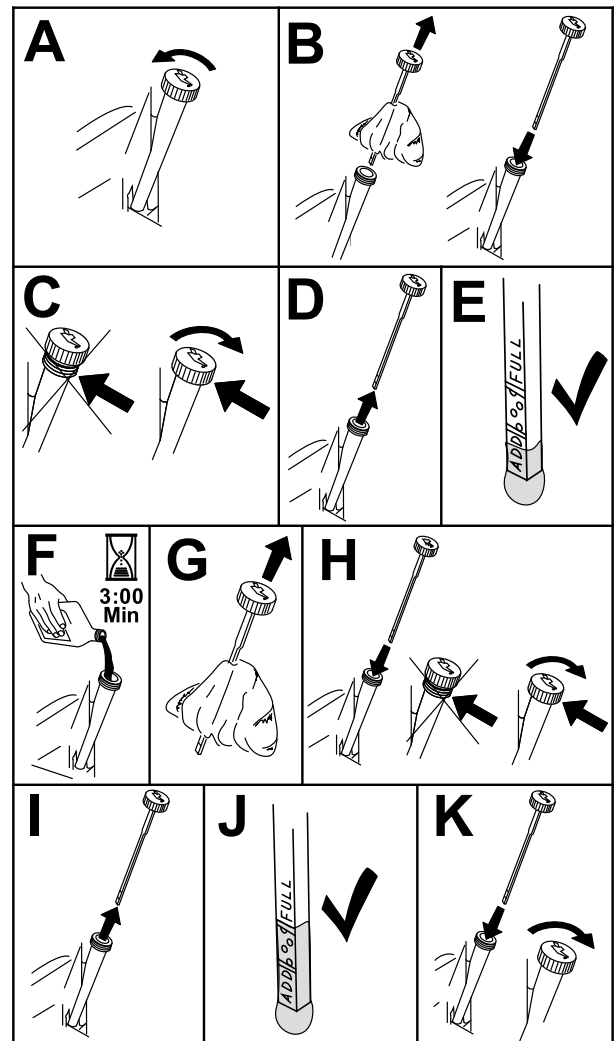

Bild 43
3. Reinigen Sie den Bereich um den Ölfüllstutendeckel bzw. den Peilstab vor dem Abnehmen, damit kein Schmutz oder Schnittgut usw. in den Motor gelangt (Bild 43).